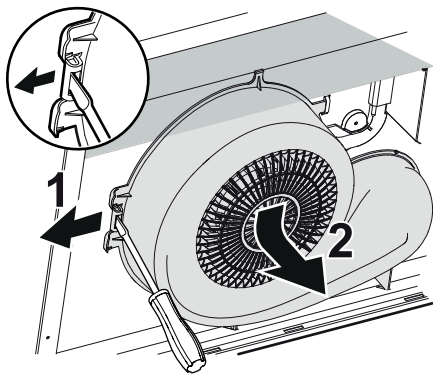

Fig. 4
Løsn blæserhuset ved at bøje låsen ud i pilens retning (1), og tryk blæserhuset væk fra dig og nedad (2), Fig. 4.